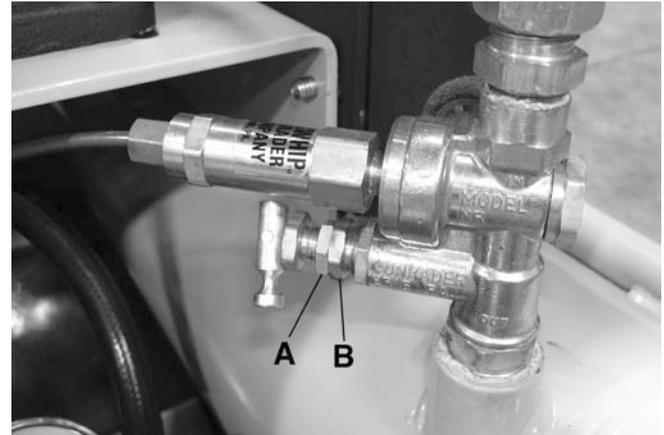

FIGURE 6
Ce compresseur vient de l'usine avec une pression d'enclenchement et de déclenchement régler à 95-125 lb/po², ce réglage peut être modifier à la hausse jusqu'à 150 lb/po² en effectuant un réglage à l'ensemble de la soupape de décharge Fig.6.
Pour augementer la pression de déclenchement (pression maximale), en utilisant une clé ouverte, desserrez la soupape de décharge (A) Fig.6 en la tournant dans le sens antihoraire. Ensuite tournez le raccord de la soupape de décharge (B) dans le sens horaire. Effectuez de petits réglages dans un premier temps et vérifiez le nouveau réglage jusqu'à ce que le réglage de la pression souhaitée est obtenue. Resserrez la soupape de décharge.